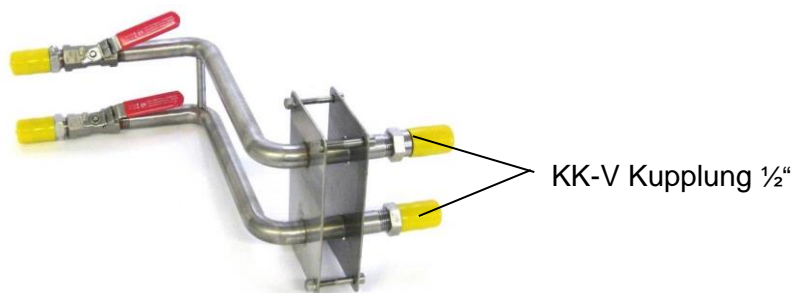

Abb. 13: Anschluss Baugruppe Wasser
- ◆ Nehmen Sie die beiden KK-V Kupplung 1/2" (siehe Abb. 13:) ab.